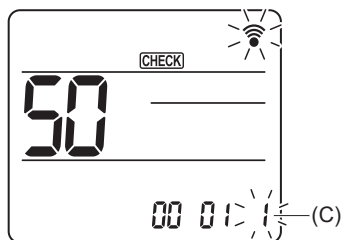

Fig. 6-22
Utilice el botón **[↓]** para cambiar el número de ajuste (C). (Fig. 6-22)